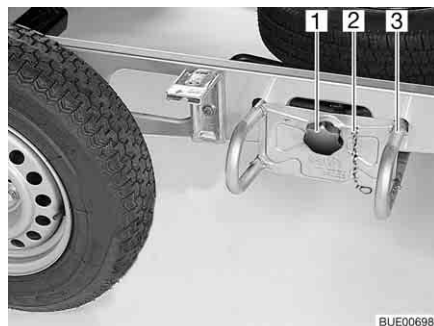

Fig. 237 Etrier de roue de secours
- Décrocher la chaîne de sécurité (Fig. 237,2).
- Desserrer et dévisser la poignée-étoile (Fig. 237,1).
- Sortir l'étrier de roue de secours (Fig. 237,3) d'environ 10 cm et le poser sur le sol.